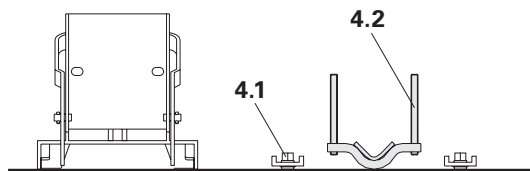

Fig. A4.02
2. Posizionare la staffa di fissaggio (4.2) sul puntello e stringere i mini-dadi (4.1). (Fig. A4.02 - A4.02b)